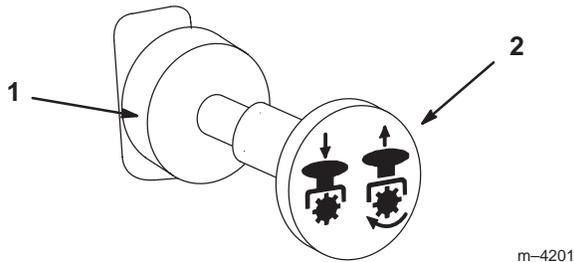

Bild 15
3. Ziehen Sie den Zapfwellenantriebsschalter (ZWA) in die Stellung Ein, um ihn zu aktivieren (Bild 15).
Schieben Sie zum Auskuppeln den ZWA-Schalter auf „Aus“ (Bild 15).